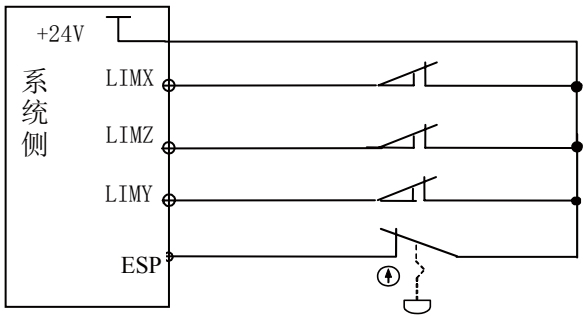

图 2-34B 急停、行程开关独立连接
② 行程限位与急停独立连接，连接方式如下图 2-34B 所示：